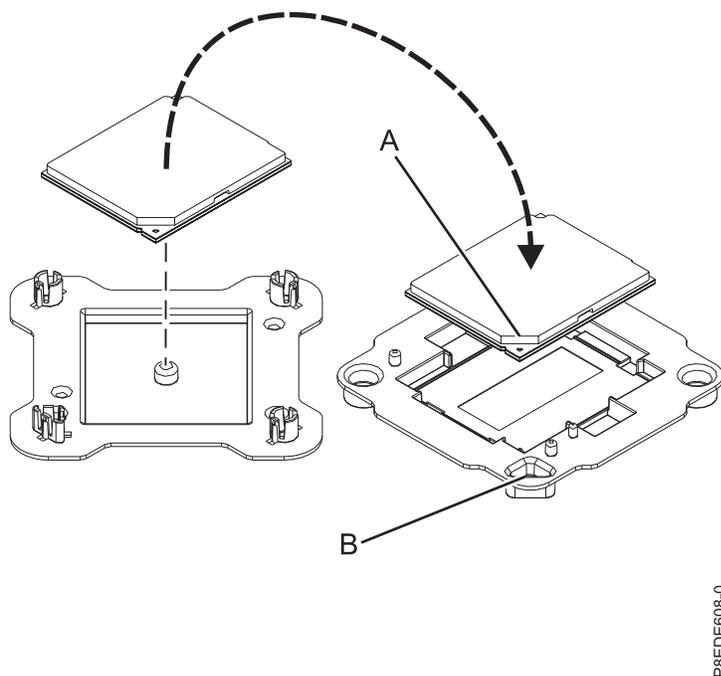

Abbildung 58. Systemprozessormodul im Versandträger platzieren
8. Greifen Sie das von Ihnen ausgetauschte Systemprozessormodul vorsichtig an den Kanten und heben Sie es aus der Transportabdeckung. Richten Sie die abgeschrägte Ecke des Moduls (A) an der Ecke des Trägers aus, die ein Dreieck aufweist (B), und platzieren Sie das Modul im Träger (siehe Abb. 58 auf Seite 55)